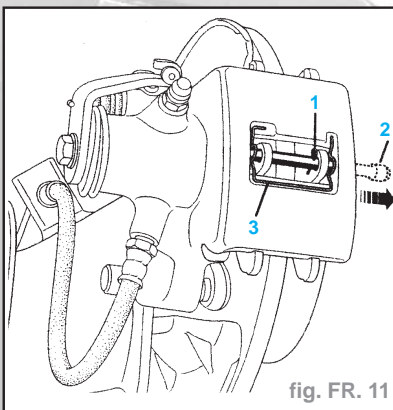
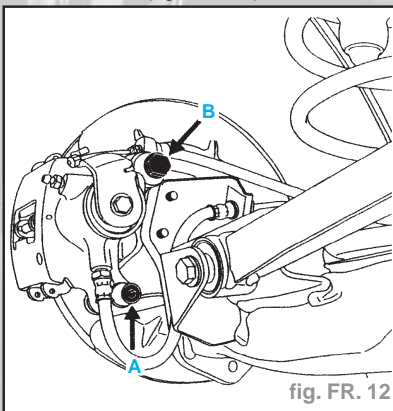

fig. FR. 11
fig. FR. 12
- la goupille (1) (fig. FR. 11),
- l'axe de maintien (2) des plaquettes avec un chasse-goupille,
- le ressort (3),
- la vis de fixation (A) de la colonne secondaire (fig. FR. 12).
- Replacer l'étrier dans sa position de fonctionnement et monter la vis de fixation (A) de la colonne secondaire enduite de **Loctite FRENBLOC** puis la serrer au couple (fig. FR. 12).
**Nota** : Si vous avez démonté la vis de fixation (B) de la colonne primaire, il faut la remonter en premier, l'enduire de **Loctite FRENBLOC** et la serrer au couple.
- Remonter la goupille de sécurité (1) (fig. FR. 11).
- la colonnette primaire (B) (fig. FR. 12).